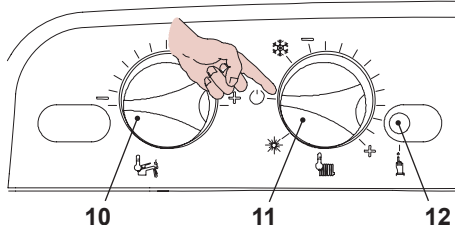

Рисунок 5.68
- Чтобы выйти из режима программирования, установите переключатель функций / регулятор температуры 11, как показано на рисунке, см. Рисунок 5.68.